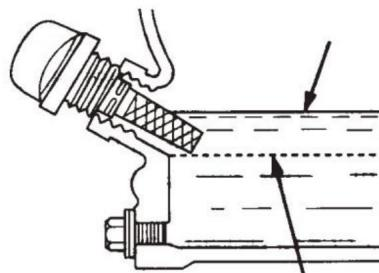

FIG.3
7.2.4 Als het oliepeil laag is (FIG. 3), vul dan tot de rand van de olievulopening met aanbevolen met SAE10W-30 4-taktolie. Maximale oliecapaciteit is 400 cc.